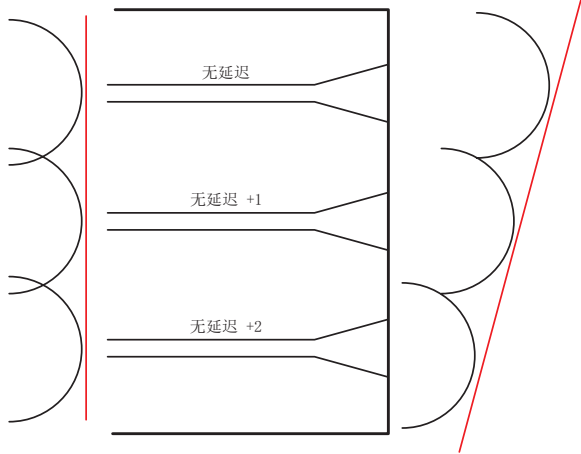

图 2. 光学相控阵 (OPA)。
- 光学相控阵 (OPA)。OPA 工作原理与相控阵雷达类似。在 OPA 系统中，光学相位调制器控制光穿过透镜的速度。控制光速能实现对光波阵面形状的控制，如图 2 所示。顶部光束未发生延迟，而中间和底部光束由于光速的递增而被延迟。该现象有效地“控制”激光光束指向不同方向。类似方法也可用于控制朝向传感器的反向散射光，因此无需使用机械运动部件。